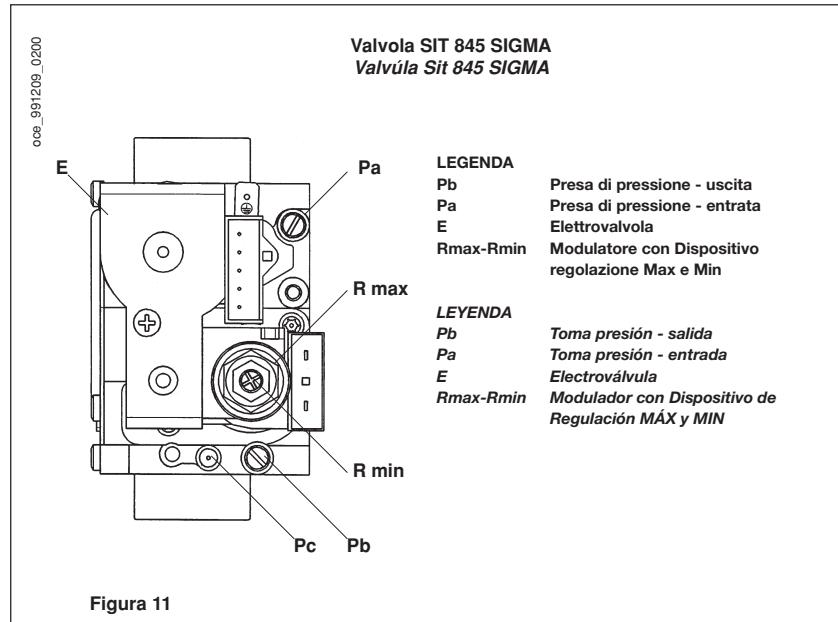

Figura 11
- collegare la presa di pressione positiva di un manometro differenziale, possibilmente ad acqua, alla presa di pressione (Pb) della valvola del gas (figura 11). Collegare la presa negativa dello stesso manometro ad un apposito "T" che permetta di collegare insieme la presa di compensazione della caldaia, la presa di compensazione della valvola del gas (Pc) ed il manometro stesso. (Una pari misura può essere effettuata collegando il manometro alla presa di pressione (Pb) e senza il pannello frontale della camera stagna).
- aprire il rubinetto gas e ruotare la manopola (1) predisponendo la caldaia in posizione Estate ();
- verificare che la pressione dinamica di alimentazione della caldaia, misurata alla presa di pressione (Pa) della valvola del gas (figura 11) sia quella corretta (30 mbar per il gas butano, 37 mbar per il gas propano o 20 mbar per il gas naturale).
- conectar la toma de presión positiva de un manómetro diferencial, posiblemente de agua, a la toma de presión (Pb) de la válvula del gas (figura 11). Conectar la toma negativa del mismo manómetro a un especial "T" que consienta conectar entre ellos la toma de compensación de la caldera, la toma de compensación de la válvula del gas (Pc) y el manómetro mismo. (Se puede efectuar una medición equivalente conectando el manómetro a la toma de presión (Pb) y sin el panel frontal de la cámara estanca);
- abrir el grifo gas y hacer girar el botón (1) predisponiendo la caldera en posición Verano ();
- controlar que la presión dinámica de alimentación de la caldera, medida en la toma de presión (Pa) de la válvula del gas (figura 11), sea correcta (28 mbar para el gas butano, 37 mbar para el gas propano o 20 mbar para el gas natural);